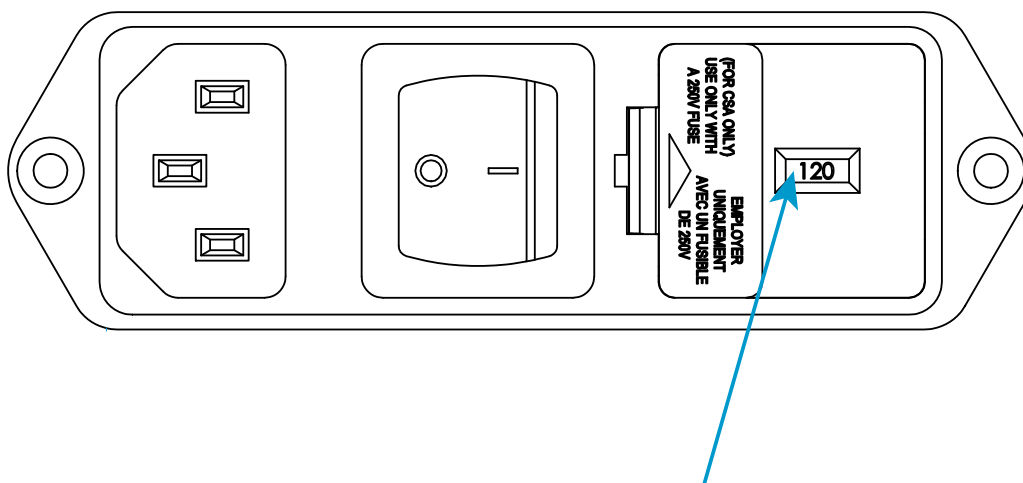

Figura 4. Connettore dell'alimentazione in ingresso con impostazione della tensione
2. Ispezionare il connettore di ingresso dell'alimentazione e consultare Figura 4 a pagina 36. La tensione indicata in Figura 4 è 120 V.
7. Reinstallare il portafusibili nel connettore. Controllare che l'indicatore sia puntato sulla tensione d'ingresso corretta. Vedere la Figura 4 a pagina 36 per riferimento.